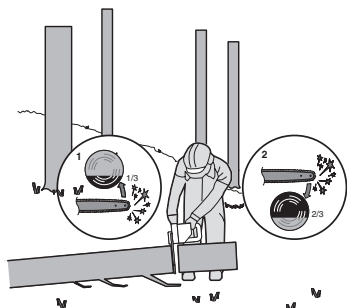

Figura 4
Si el tronco está apoyado por un extremo, tal como se muestra en la figura 4, corte 1/3 del diámetro por la parte inferior (1). A continuación, realice el corte de acabado cortando por la parte superior hasta llegar al primer corte (2).